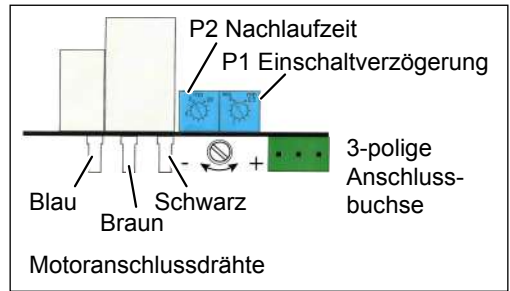

Abb. 25: Motorplatine MEL-4K 30-N, 60-N, 90-N, 100-N
- ▶ Schließen Sie die Motoranschlussdrähte gemäß Abb. 25 an die Motorplatine an.